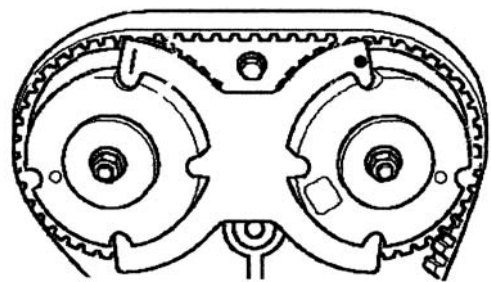

fig .1
9. Setzen Sie das Fixierwerkzeug auf die Nockenwellenräder. (siehe Abb.1)
9. Apply the fixing tool to the edges of the cam shaft (see fig. 1).